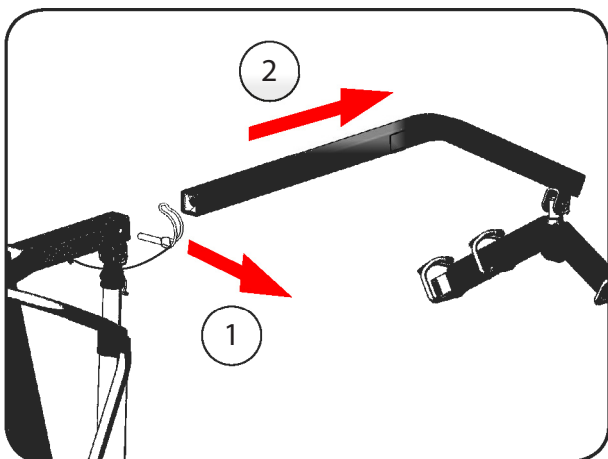

Abbildung 53
1. Entfernen Sie den Rohrklappstecker aus der Hebearmaufnahme (Abbildung 53).
2. Ziehen Sie den Hebearm standard aus der Hebearmaufnahme heraus und legen Sie ihn beiseite (Abbildung 53).